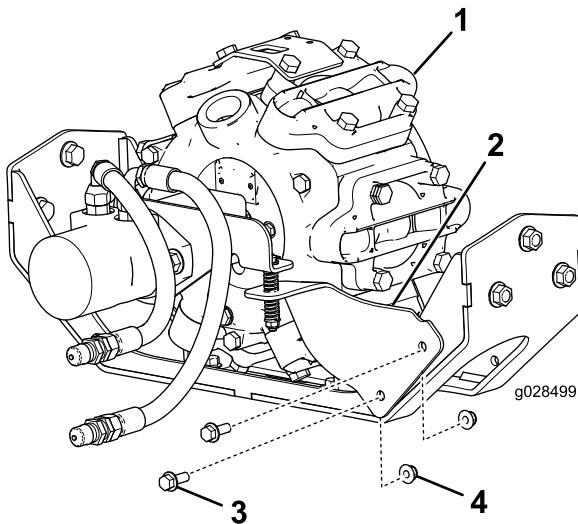

Figura 6
1. Instale el soporte antirrotación en el soporte delantero izquierdo de la bomba de fumigación con 2 pernos con arandela prensada (3/8" x 1") y 2 tuercas con arandela prensada (3/8"), según se muestra en Figura 6.